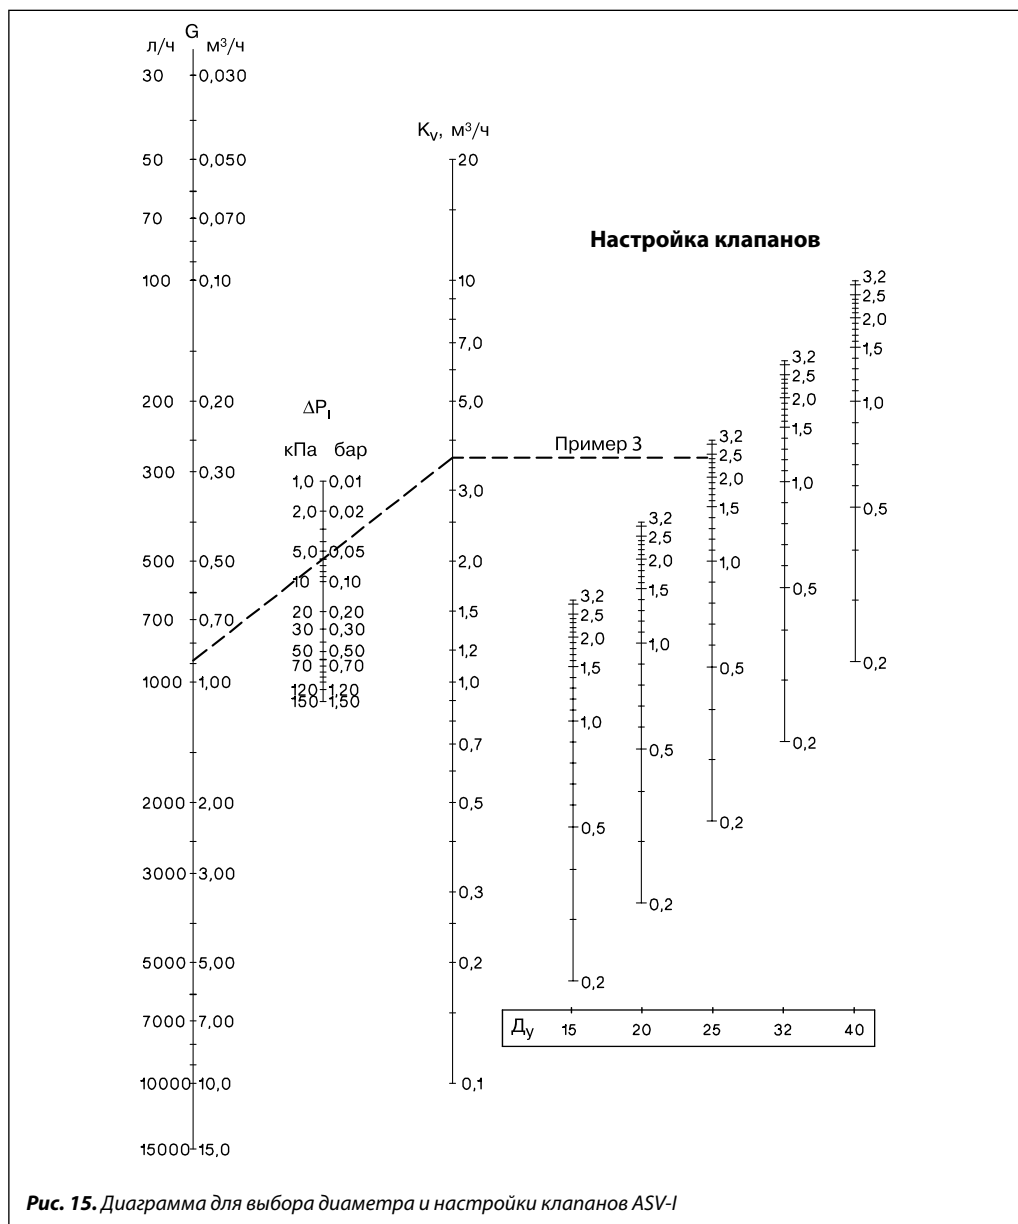

Рис. 15. Диаграмма для выбора диаметра и настройки клапанов ASV-I
3. По диаграмме (рис. 15) находим настройку клапана ASV-I $D_y = 25 \text{ мм}$, — 2,4 оборота штока. Настройку можно определить по номограмме без вычисления K_v . Для этого нужно соединить точки расхода 0,88 м³/ч на шкале G с точкой 0,06 бар на шкале ΔP_I . Затем, продлив линию, соединяющую данные точки, на шкале K_v находим требуемое значение пропускной способности — 3,6 м³/ч. Далее проводим горизонтальную линию до вертикальной шкалы настроек клапана — $D_y = 25 \text{ мм}$, где находим значение настройки.
Запорно-балансировочный клапан ASV-I снабжен двумя цанговыми ниппелями для измерения перепада давлений на нем с помощью специального прибора фирмы «Данфосс» типа PFM 3000 (см. стр. 67) или ему подобных. Прибор подключается к ниппелям клапана с использованием штатных шлангов с быстроразъемными соединениями. После присоединения шлангов вентили ниппелей открываются поворотом их на ½ оборота против часовой стрелки 8-мм гаечным ключом. По измеренному перепаду давлений на полностью открытом клапане известного диаметра по диаграмме, представленной на рис. 15, можно определить фактический расход среды в трубопроводе системы. После проведения измерений вентили ниппелей следует закрыть поворотом их по часовой